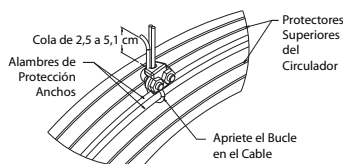

Figura 6 — Detalle de la Abrazadera de Cables
8. Conecte el cable de sostén de seguridad secundario cuyo propósito es proporcionar protección adicional en el caso de que se produzca una falla de otras piezas metálicas de montaje y soportes. Para garantizar que se realice la instalación correcta del cable de sostén de seguridad secundario, lea detenidamente y siga todos los pasos que comienzan con la Figura 6.
1. Con un extremo del cable, rodee los alambres de mayor diámetro tanto del protector delantero como del protector trasero, como se muestra en la Figura 6.